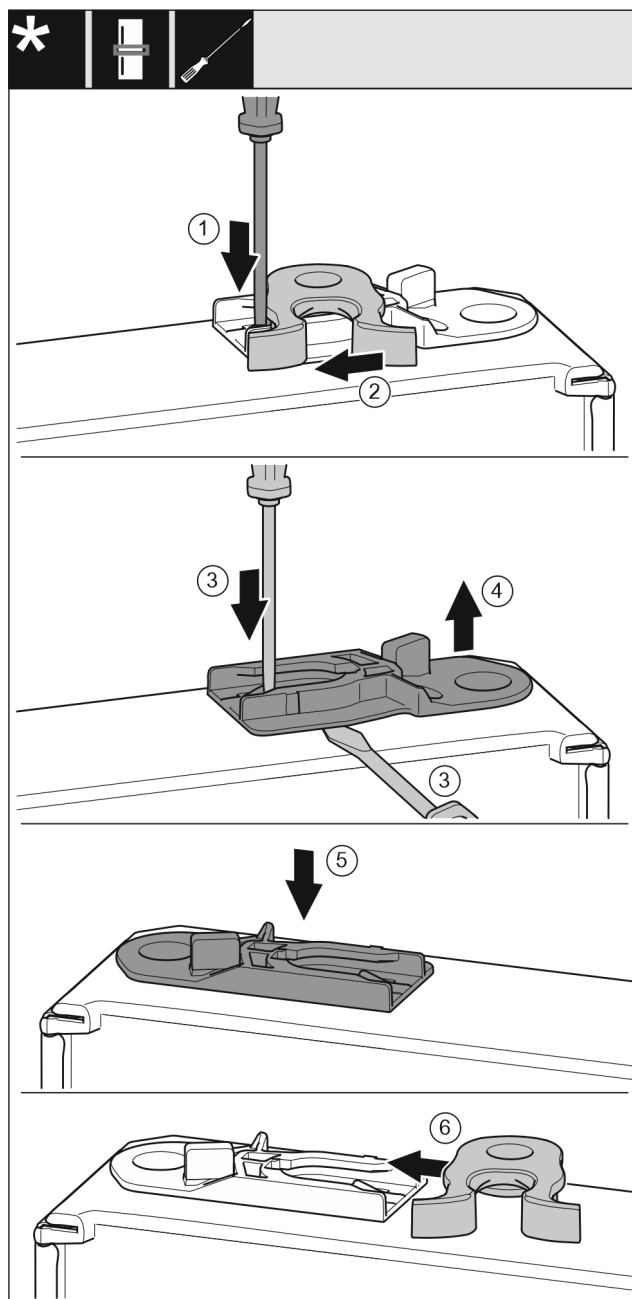

Fig. 51 *
- Plochým šroubovákem přitlačte lamelu Fig. 51 (1) dolů.*
- Vytáhněte petlici Fig. 51 (2) z vedení.*
- Vytáhněte vodící pouzdro Fig. 51 (3, 4): Stiskněte jazýček šroubovákem a současně plochým šroubovákem zajedťte pod vodící pouzdro.*
- Vodící pouzdro Fig. 51 (5) přiložené v příslušenství zasuňte na druhé straně pláště.*
- Petlici Fig. 51 (6) zasuňte do vedení.*